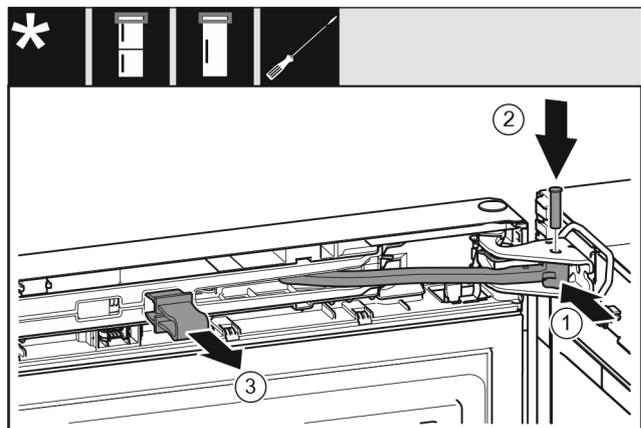

Fig. 30
- Поверните шарнир Fig. 30 (1) в опорном кронштейне.
- Вставьте палец Fig. 30 (2) в опорный кронштейн и шарнир. При этом проследите за тем, чтобы выступ фиксатора занимал правильное положение в пазу.
- Снимите предохранитель Fig. 30 (3).